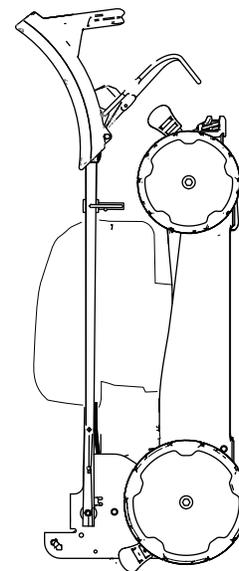

Рисунок 24
- Поднимите переднюю часть машины за рукоятку и переместите ее на место хранения (Рисунок 24).